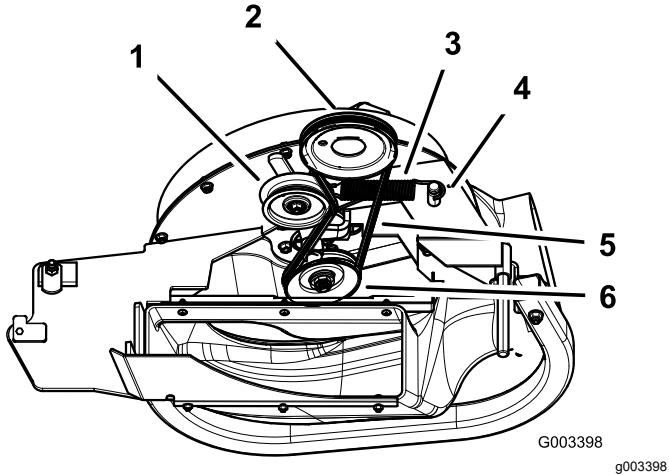

Bild 42
3. Ziehen Sie an der gefederten Spanscheibe, um die Riemenspannung zu lösen (Bild 42).
- Verlegen Sie einen neuen Riemen um die Gebläseriemenscheiben und die Mähwerkriemenscheibe (Bild 42).
- Ziehen Sie die gefederte Spannscheibe zurück und verlegen den Riemen auf der gefederten Spannscheibe (Bild 42).